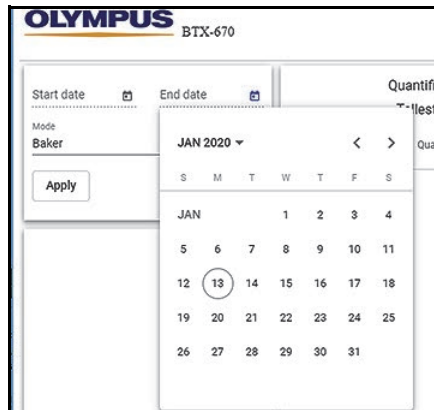

Abbildung 5-6 Bereich Datum und Modus
2. Im Dialogfeld für Datum und Modus (Abbildung 5-6 auf Seite 77) verwenden Sie den Kalender um Ergebnisse nach Datum zu suchen (optional).